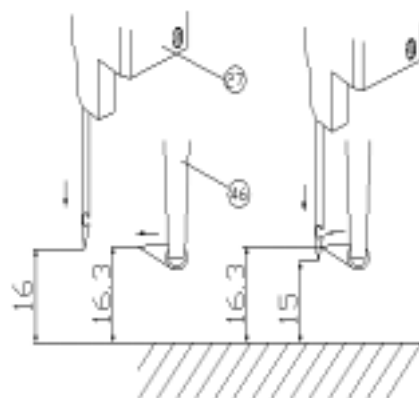

FIG. 23
Apportez la barre de l'aiguille au commencement du premier cycle. Utilisez longtemps les 15 mm se mettent de la jauge (29) et a mis la barre de l'aiguille à 1 mm de son U.D.C.; la distance entre plaque de la gorge et la pointe de l'aiguille devrait être 15 mm. FIG. 23.